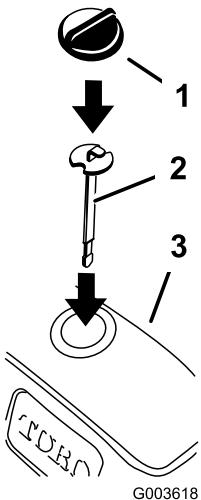

Bild 37
3. Setzen Sie den neuen Peilstab ein und prüfen Sie den Stand des Hydrauliköls (Bild 37).